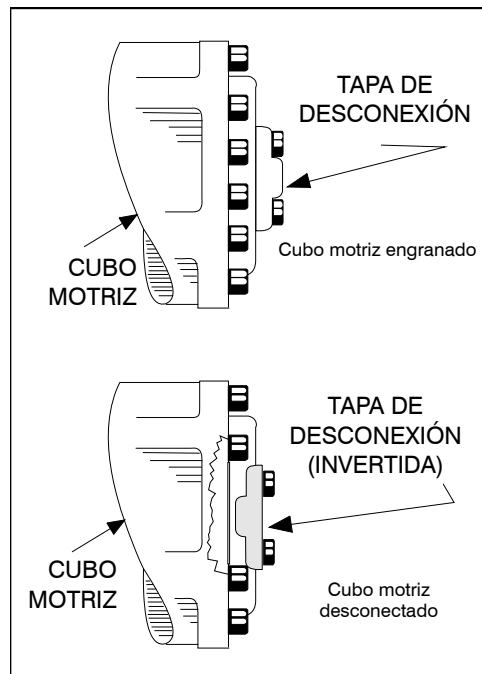

Figura 4-4. Desconexión de cubo motriz
3. Desengranar los cubos de las ruedas motrices invirtiendo sus tapas de desconexión. Consultar la Figura 4-4., Desconexión de cubo motriz.